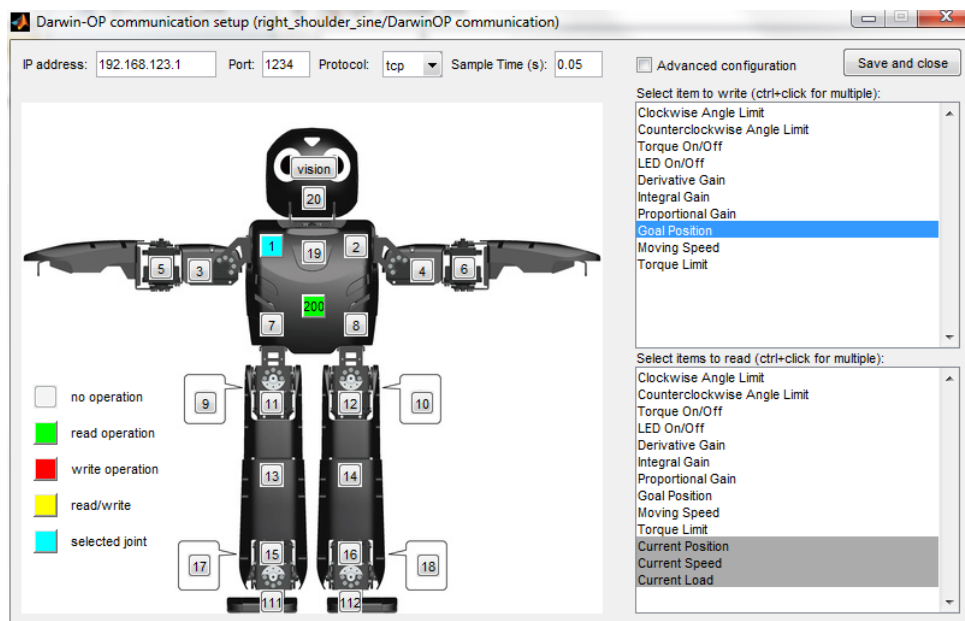

Figure 8 Fenêtre de configuration du bloc "DarwinOP communication"
Le bloc « DarwinOP communication » peut être reconfiguré en fonction des entrées/sorties désirées. La fenêtre de configuration de la Figure 8 est obtenue en double-cliquant sur le composant.
- blocs/darwin.jpg : image affichée dans la fenêtre de configuration (Figure 8) ;
- blocs/darwinop\_communication\_setup.m : code de la fenêtre de configuration du composant « DarwinOP communication » (Figure 8) ;